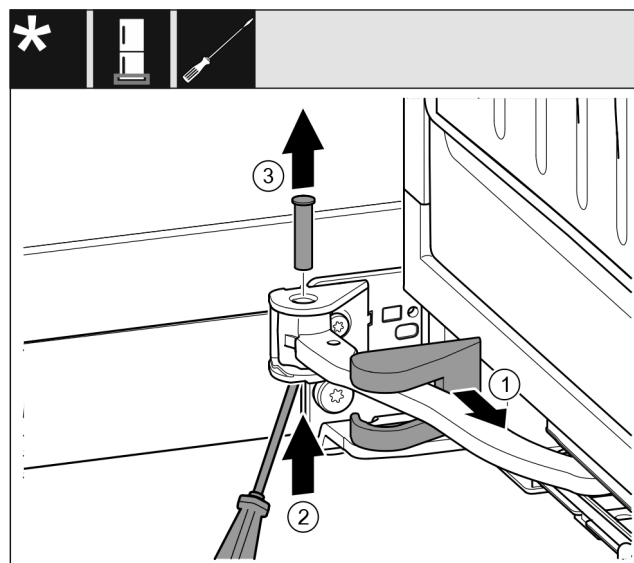

Fig. 15
- ▶ Zdjąć ostonę płytki zawiasu i przesunąć wzdłuż przegubu. Fig. 15 (1)
- ▶ Sworznie unieść od dołu palcami lub przy pomocy śrubokręta. Fig. 15 (2)
- ▶ Śrubokręt wsunąć pod główkę sworznia i wyjąć. Fig. 15 (3)